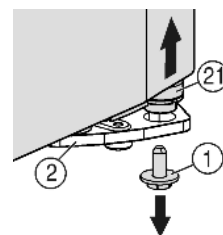
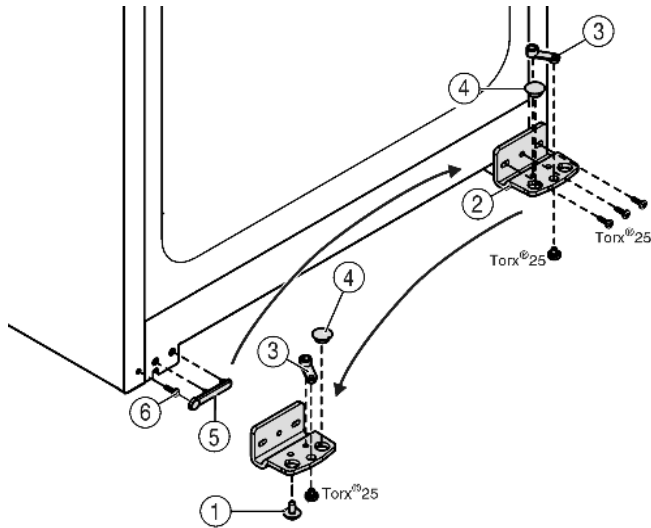

Fig. 5
Fig. 6
- ▶ Долу вдясно на лагерната стойка отвийте осигурителния винт Fig. 5 (1).
- ▶ Лагерният болт Fig. 5 (21) се освобождава от лагерната стойка Fig. 6 (2).
- ▶ Ако лагерният болт Fig. 5 (21) не се освободи, избутайте болта отдолу.
- ▶ Свалете лагерната стойка Fig. 6 (2).
- ▶ Развийте лагерния детайл Fig. 6 (3) и поставете в срещуположния поемащ отвор на лагерната опора, завийте отново.
- ▶ Извадете тапите Fig. 6 (4) от лагерната опора и ги преместете в срещуположния поемащ отвор на лагерната опора.
- ▶ Внимателно повдигнете покритието Fig. 6 (5) откъм дръжката.
- ▶ Развийте винта Fig. 6 (6) и го завинтете от другата страна.
- ▶ Поставете отново капака Fig. 6 (5).
- ▶ Завийте отново **здро̀во (с 4 Nm)** лагерната стойка Fig. 6 (2) от новата страна на шарнира, при нужда с помощта на акумулаторна отвертка.
- ▶ Завийте осигурителния винт Fig. 5 (1) долу в лагерния болт и го затегнете (**с 4 Nm**).